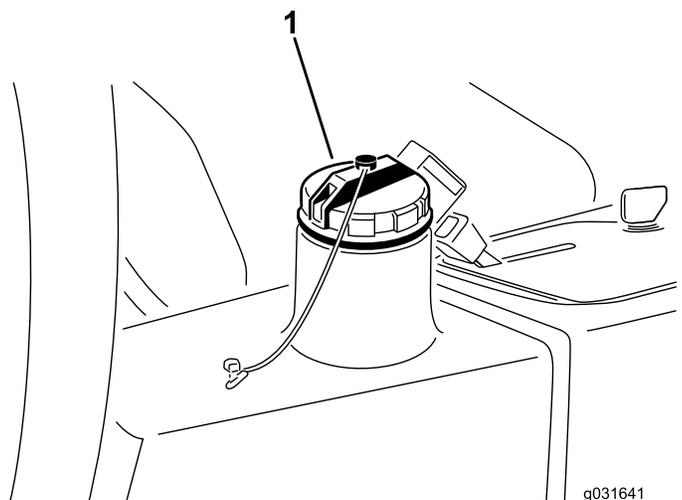

Рисунок 67
4. Залейте в гидравлический бак (Рисунок 67) приблизительно 13,2 литра гидравлической жидкости; см. Проверка гидравлической системы \(страница 60\).